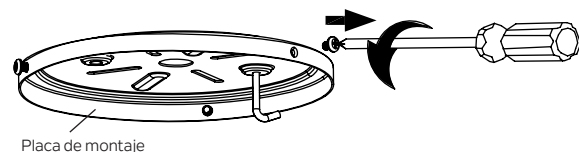

Figura 10
Paso 1. Quite uno de los tres tornillos de la placa de montaje y guárdelo para su uso posterior. Afloje los otros dos (no los quite). (Figura 10)